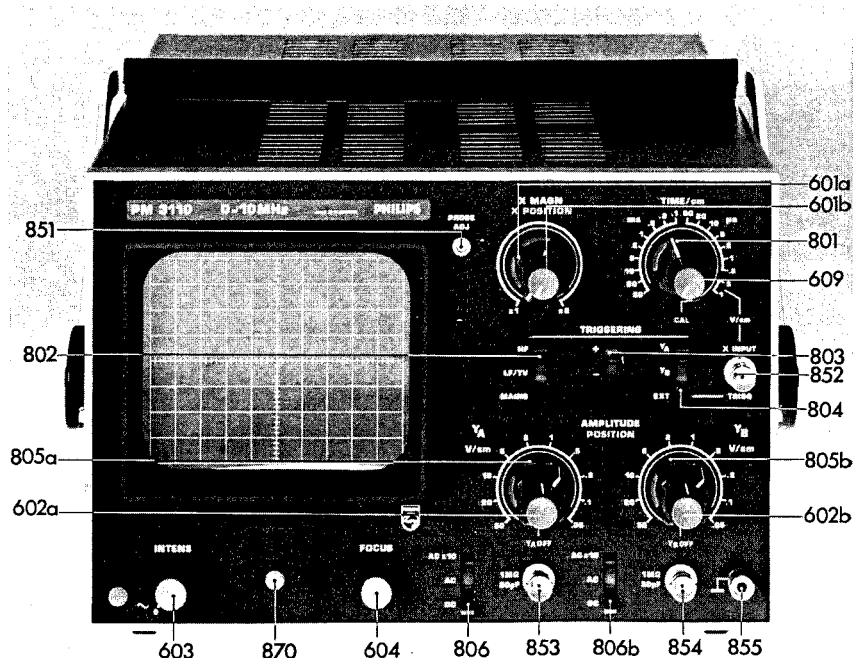

Fig. 4. Anschlüsse und Bedienungselemente
2.2. ANSCHLÜSSE UND BEDIENUNGSELEMENTE (Fig. 4)